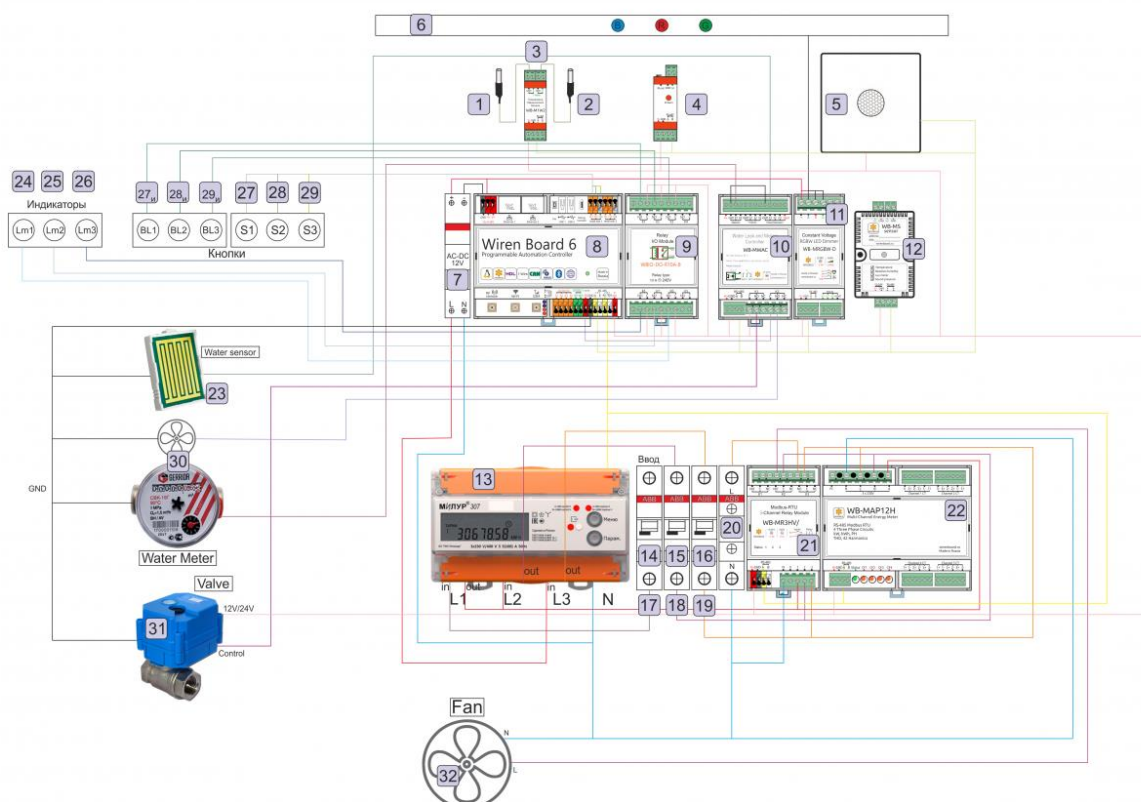

Рисунок 19 – Схема подключения устройств в демонстрационном комплекте. Цвета соединений на схеме условные и не совпадают с цветами проводов в устройстве.
2. Отобразить (выделить цветом) на схеме (Рис. 19) подключение компонентов, задействованных в обработке событий.